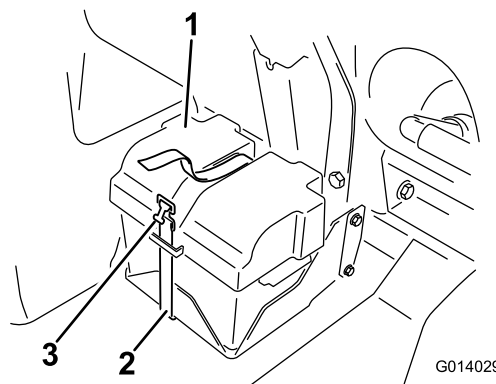

Figura 126
- Déposez le couvercle de la batterie et débranchez le câble de masse négatif (noir) de la borne de la batterie (Figura 126).
4. Posez le couvercle de la batterie et fixez-le avec la sangle que vous avez retirée précédemment (Figura 126).